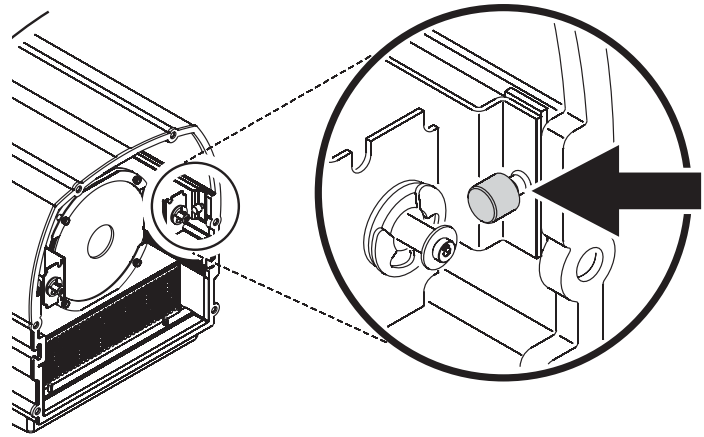

Bild 19: Schrauben der Gleitsteine
3. Siehe Bild 19. Lösen Sie die Schrauben der Gleitsteine auf beiden Seiten des Gehäuses.